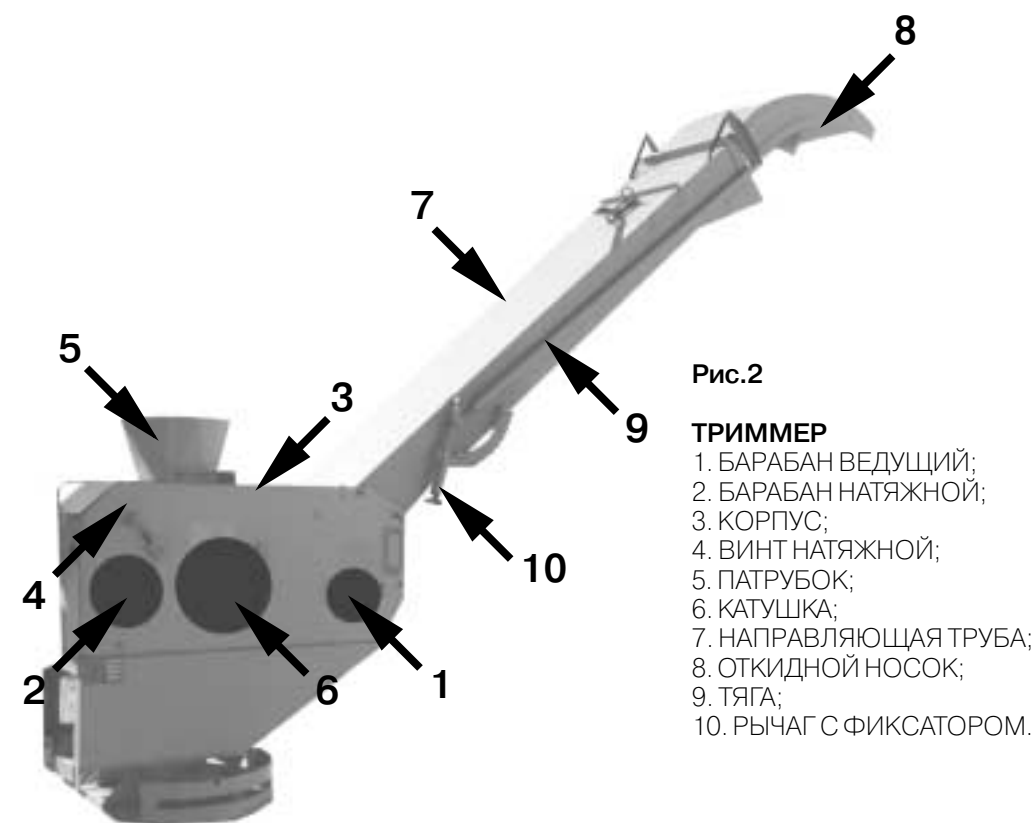

Рис.2
**3.5.** Триммер (рис. 2) состоит из корпуса 3, представляющего собой сборную конструкцию, из двух барабанов - ведущего 1 и натяжного 2, катушки 6, партубка 5 направляющей трубы 7 с откидным носком 8. Сборная конструкция корпуса триммера состоит из 2-х жестких боковин, с закрепленными на них корпусами подшипников для ведущего барабана и крышки.